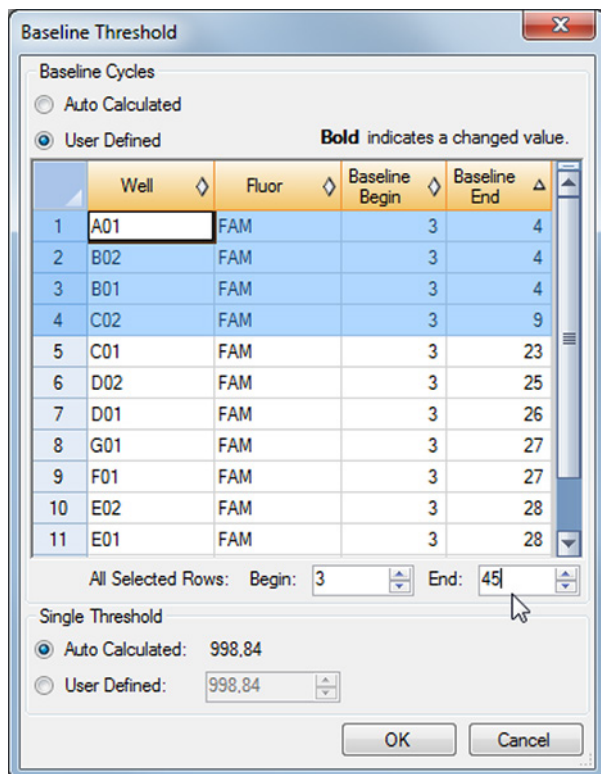

Figure 5: Boîte de dialogue Baseline Threshold (Seuil de référence)
3. Dans la barre de menus de la fenêtre Data Analysis (Analyse des données), cliquez sur **Settings** → **Baseline Threshold...** (Paramètres → Seuil de référence...) pour ouvrir la boîte de dialogue Baseline Threshold (Seuil de référence) (voir la figure 5).
- Sélectionnez toutes les lignes qui indiquent une valeur **Baseline End** (Extrémité de référence) comprise entre 1 à 9 (voir la figure 5).
- Définissez la valeur dans le champ **End:** (Extrémité :) sur 45 pour les lignes sélectionnées (voir la figure 5).
- Répétez les étapes 3 à 7 pour le canal de détection VIC™ (IC).